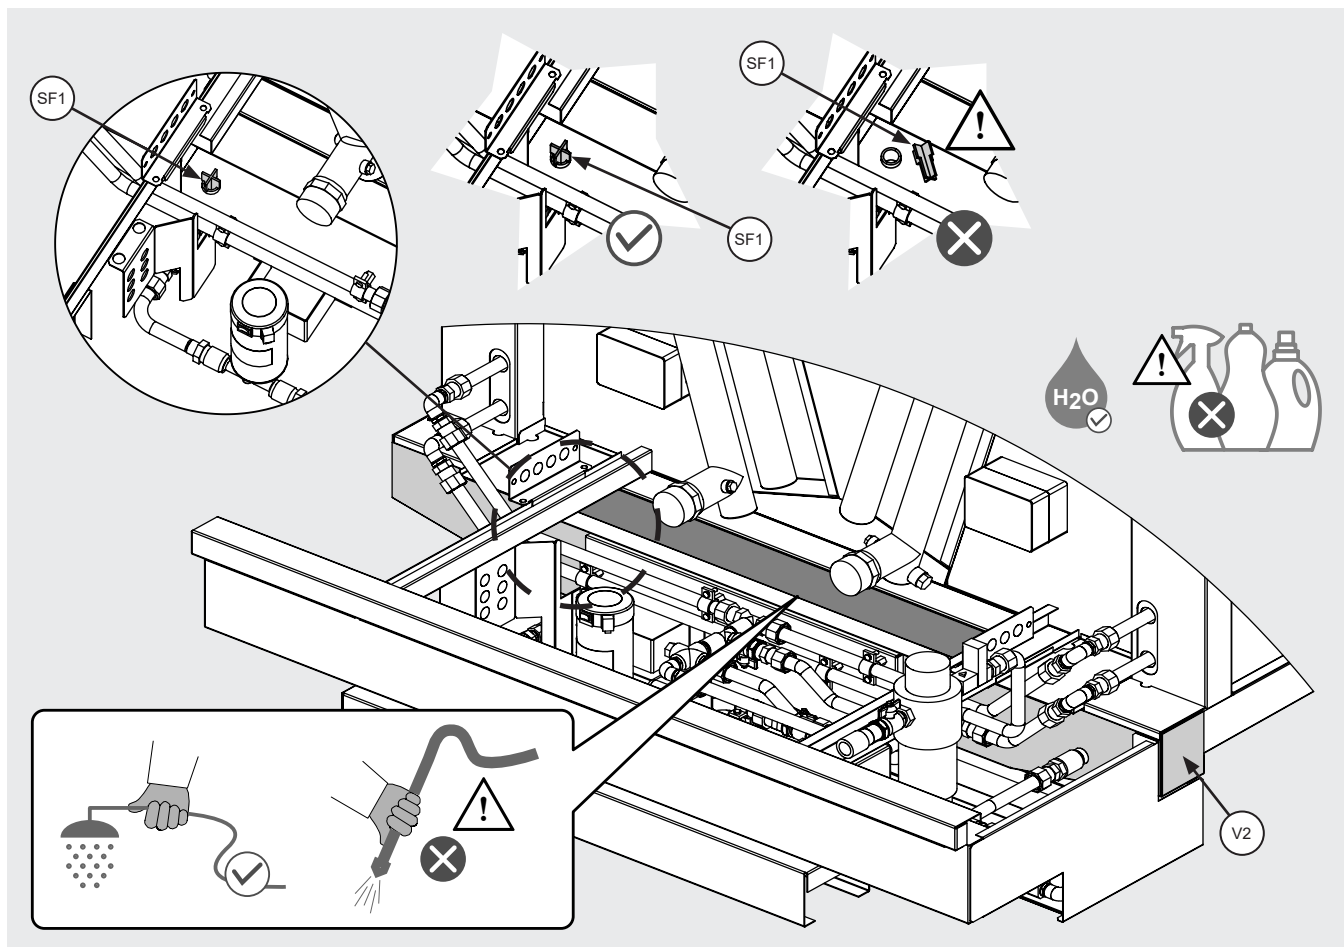

Abbildung 25
- 12.13.8 Den Strömungsteiler SF1 sorgfältig reinigen. Entfernen Sie ihn nicht aus dem Gehäuse. Falls er versehentlich entfernt wurde, setzen Sie ihn wieder ein. Siehe Abbildung 25.
- 12.14.1 Für eine Funktionsbeschreibung des Niveauschalters (W1) und seiner Position siehe Punkt 2.9. Der Niveauschalter (W1) befindet sich im Inneren der externen Tropfschale (V2), siehe Abbildung 25.